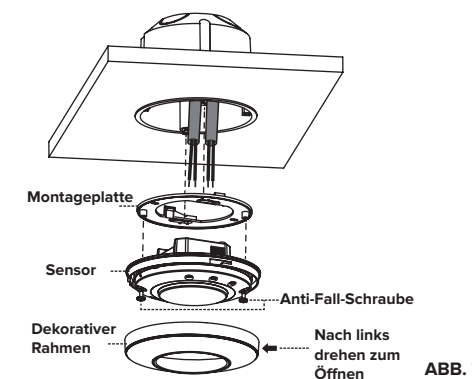

ABB. 7
3. Schrauben Sie die Sensor-Montageplatte unter den Lampenanschluss und befestigen Sie sie mit den beiden Anti-Fall-Schrauben im Sensorgehäuse. (ABB. 7)